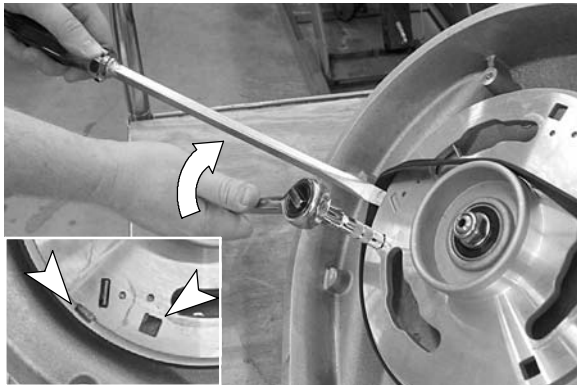

FIG. 72
6. Pour installer la courroie, utilisez un cliquet d'entraîneur de douille et un large tournevis plat comme illustré. L'entraîneur de moyeu est équipé avec des fentes pour outil (Figure 72).